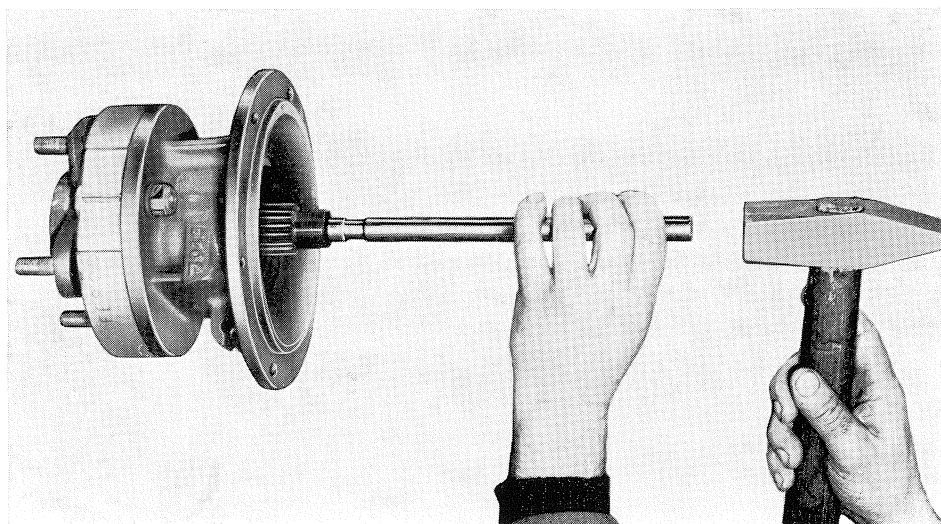

Fig. 32
2) Togliere il semiasse operando come in fig. 32.